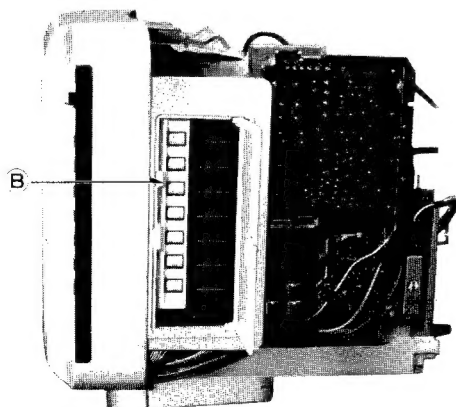

Fig. 3 Abb. 3
1. Push the stopper (B) and pull the S-Board and sensor block as in Fig. 3
1. Den Propfen "B" drücken und den S-Platte und Sensor Block wie in Abb. 3.